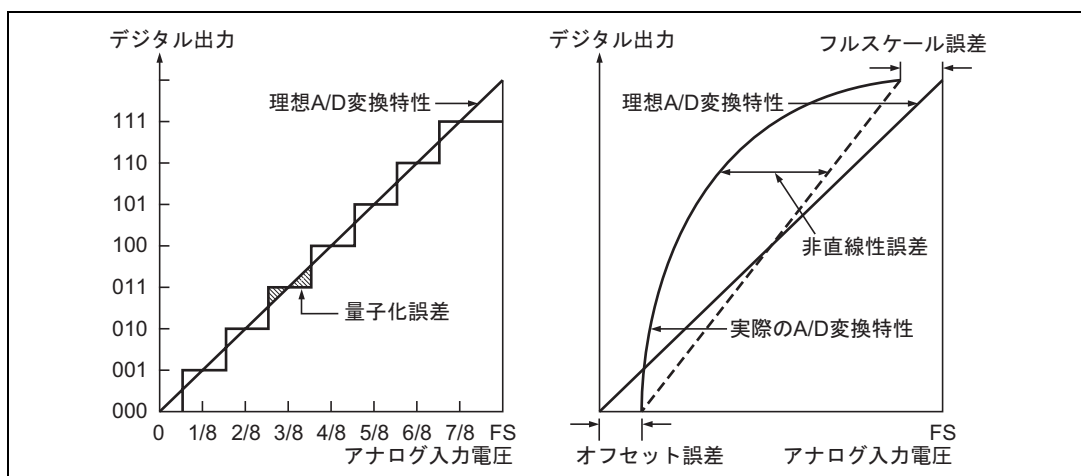

図 17.10 A/D 変換精度の定義
- ・ オフセット誤差 …… デジタル出力が最小電圧値 0000000000 から 0000000001 に変化するときのアナログ入力電圧値の理想 A/D 変換特性からの偏差。ただし、量子化誤差を含まない（図 17.10）。
- ・ フルスケール誤差 …… デジタル出力が 1111111110 から 1111111111 に変化するときのアナログ入力電圧値の理想 A/D 変換特性からの偏差。ただし、量子化誤差を含まない（図 17.10）。
- ・ 量子化誤差 …………… A/D 変換器が本質的に有する誤差であり、 $1/2\text{LSB}$ で与えられる（図 17.10）。